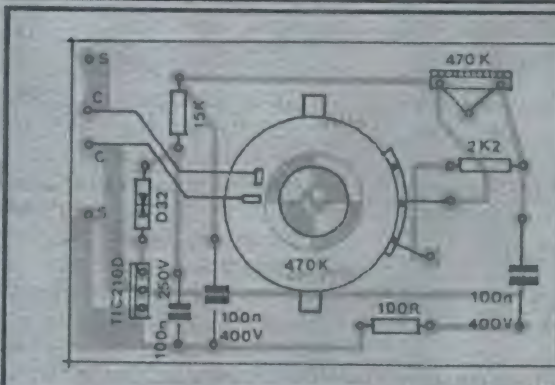

Fig. 3
- 4-D - Vista do lado não cobreado (onde estão os componentes) da placa, com o potenciômetro colocado (notando-se as "abinhas abertas" para perfeita acomodação da peça...), e apresentando a opção de utilização de potenciômetro sem chave, caso em que os pontos "C-C" da placa deverão ser interligados por um simples jumper (pedaço de fio isolado, não muito fino, interligando os ditos pontos...). Tornamos a afirmar que é melhor usar um potenciômetro com chave (ligações conforme mostradas na fig. 3), porém é possível a aplicação de um controle sem chave, com a ressalva indicada no presente diagrama...